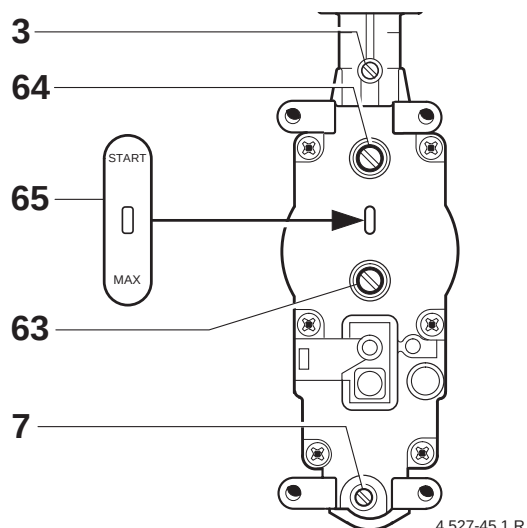

Figura 66
- libertar o parafuso 3 (figura 66) e ligar o manómetro de tubo em forma de U.
- rodar os reguladores de temperatura do avanço do aquecimento e da água quente até às posições iniciais e apertar o parafuso 3 (figura 66).
- Retirar a tampa selada 65 (figura 66) que se encontra colocada por cima dos parafusos de regulação do gás.
- Retirar a tampa selada 65, figura 66 que se encontra por cima dos dois parafusos de regulação do gás.